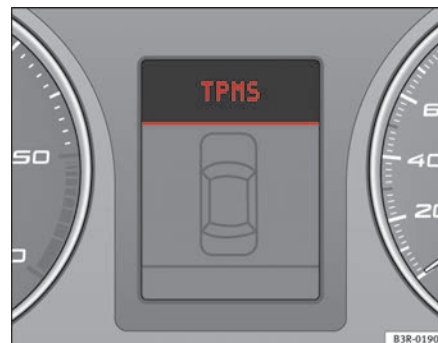
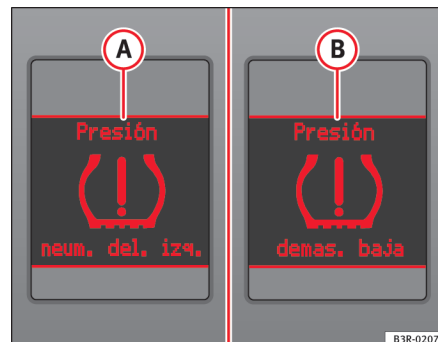

Fig. 45 Display: guasto nel sistema
Fig. 46 Display: messaggio di avvertimento (testo e spia)
La spia gialla (L) rimane accesa se vi è una anomalia nel sistema o la pressione di almeno un pneumatico è troppo bassa. In caso di anomalia si accende la spia TPMS nel display centrale del quadro strumenti ⇒ pag. 70, fig. 45. Se si verifica una rapida perdita di pressione degli pneumatici, nello schermo centrale del quadro strumenti si attiva il messaggio (A) ⇒ pag. 70, fig. 46. Se la perdita di pressione è lenta, nello schermo centrale del quadro strumenti si attiva il messaggio (B) ⇒ pag. 70, fig. 46. Non viene specificato lo pneumatico interessato. Se si presenta una di queste indicazioni: